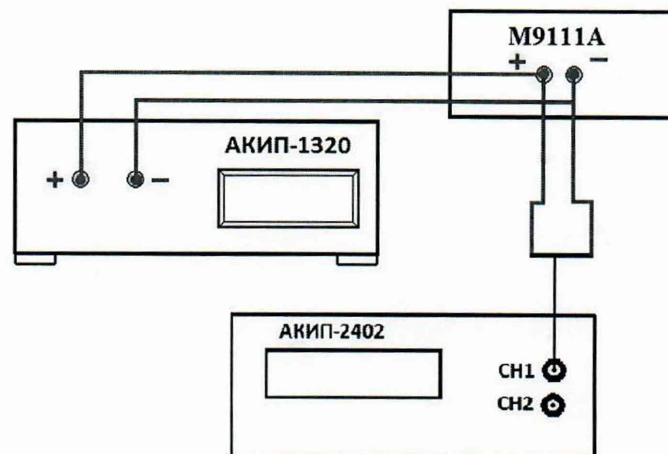

Рисунок 10 – Структурная схема соединения приборов для определения уровня пульсаций выходного напряжения
- разъемы поверяемого источника питания соединить при помощи измерительных проводов с соответствующими разъемами нагрузки электронной АКПП-1320 и вольтметра АКПП-2402 (см. рисунок 10);